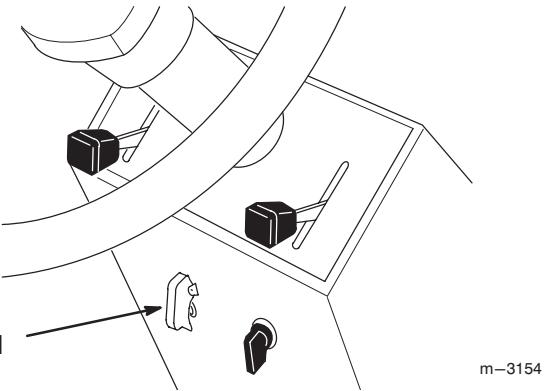

Figure 7
3. Pour embrayer la PdF, soulevez le couvercle et placez la commande en position En service (Fig. 7).
1. La fermeture du couvercle place la commande de PdF en position Hors service (Fig. 7).